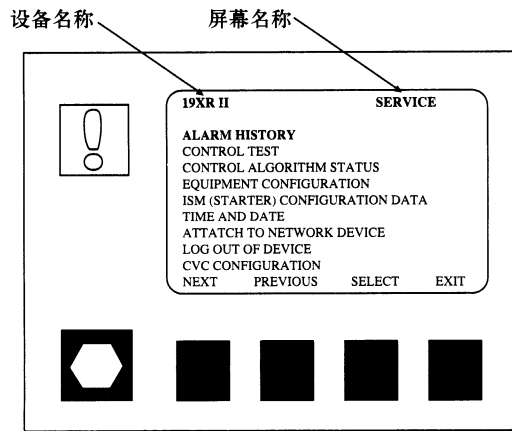

图11 CVC/ICVC服务菜单
- 如果不在起始页, CVC/ICVC屏的右上方总是显示该页名称(图11)。